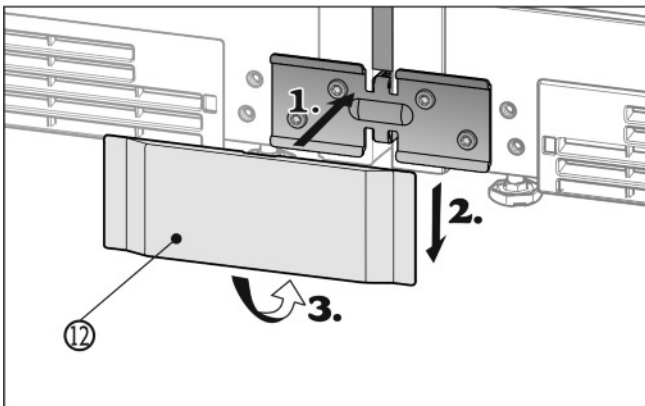

Fig. 16
- ▶ Breng de onderste afdekking Fig. 16 (12) van de voorkant op het hoekstuk (1) aan, omlaag schuiven (2) en onder vastklikken (3).